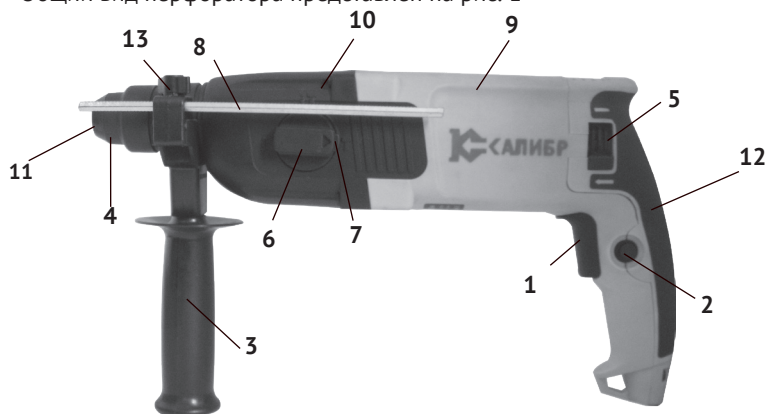

рис.1
1.3 Перфоратор состоит из горизонтально расположенного коллекторного двигателя в пластиковом корпусе (рис.1 поз.9), выполненном заодно с рукояткой. В крышке корпуса (рис.1 поз.12) расположен щёткодержатель в сборе. Рычагом переключателя реверса (рис.1 поз.5), меняя расположение щёток, направление вращения якоря меняется на противоположное. К корпусу двигателя крепится корпус редуктора (рис.1 поз.10), в котором расположен механизм, передающий вращательное и возвратно-поступательное движение на рабочий инструмент. Крутящий момент с якоря электродвигателя через шестерни, передаётся на ствол с патроном SDS – plus (рис.1 поз.4), расположенный соосно с двигателем. Тип ударного механизма перфоратора - электропневматический. Эксцентриковый подшипник преобразует вращательное движение якоря в возвратно-поступательное движение поршня. С поршня ударник
передаёт энергию удара на ствол с патроном SDS – plus. На корпусе редуктора слева расположен переключатель режимов (рис.1 поз.6) с фиксатором (рис.1 поз.7) в трёх режимах: «сверление» /«сверление с ударом» / «удар». Кроме того, знаком ▼ отмечено положение (без фиксации) разблокировки патрона для изменения положения рабочего инструмента в режиме долбления.
В зависимости от вида выполняемой работы, в патрон SDS – plus вставляется необходимая насадка (пика, долото, сверло) с соответствующим хвостовиком, или переходник SDS-plus/сверлильный патрон для установки сверлильного патрона, если необходимо работать в режиме «сверление». Дополнительная рукоятка (рис.1 поз.3) хомутом крепится на корпусе редуктора (рис.1 поз.10). Фиксируется рукоятка, закручиванием по часовой стрелке, в любом положении (от 0° до 360°), что удобно пользователю, как «правше», так и «левше».
В отверстие левой части суппорта рукоятки вставляется, при необходимости, стержень-ограничитель глубины сверления (рис.1 поз.8). Он фиксируется в выбранном положении винтом-барашком (рис.1 поз.13).
1.4 Клавиша выключателя (рис.1 поз.1) расположена в передней части рукоятки. Включение/отключение инструмента осуществляется нажатием на клавишу выключателя. Силой, приложенной к клавише, регулируется число оборотов и частота ударов перфоратора. Нажатием кнопки (рис.1 поз.2), клавиша фиксируется в рабочем положении с максимальным числом оборотов (максимальной частотой ударов). При повторном нажатии на клавишу, она и кнопка фиксации (со щелчком), возвращаются в исходное положение – выключено.
Общий вид перфоратора представлен на рис. 1
При замене рабочих насадок следите за тем, чтобы колпачок (рис.1 поз.11), защищающий патрон от попадания пыли, не был повреждён.
- ослабив винт-барашек (рис.1 поз.13), освободить отверстие в суппорте рукоятки для установки стержня (рис.1 поз.8);
- вставить стержень фиксации глубины сверления (рис.1 поз.8) в отверстие;
- фиксация клавиши в рабочем положении осуществляется нажатием на кнопку (рис.1 поз.2);
Нажав кнопку (рис.1 поз.7) в верхней части рукоятки (рис.1 поз.6), начните поворот к режиму с нужным условным знаком, приведённым ниже. Отпустите кнопку фиксатора. При достижении выбранного положения, рукоятка зафиксируется, а кнопка фиксации (со щелчком) вернётся в исходное положение.
- при работе в режиме сверление без удара, переключатель (рис.1 поз.6) установить в положении «сверло». При этом режиме перфоратор может работать с патроном SDS – plus, но, как правило, устанавливается ключевой патрон;
- при работе в режиме сверление с ударом, переключатель (рис.1 поз.6) в положении «сверло с молотком»;
- при работе в режиме долбление, переключатель (рис.1 поз.6) в положении «молоток». Знаком ▼ отмечено положение (без фиксации рукоятки переключателя) разблокировки привода патрона при работе в режиме долбления, для изменения угла рабочего инструмента (долота, шпатель).
В верхней части крышки двигателя (с обеих сторон) расположен рычаг переключения реверса (рис.1 поз.5). На крышке стрелками указано направление вращения. Реверс используется при заклинивании рабочего инструмента и при вывинчивании винтов или шурупов.
3.2 Для замены щёток необходимо открутив винты, снять крышку корпуса (рис.1 поз.12). Извлечь использованные щётки из щёткодержателя и заменить их новыми. Прикрутить на место крышку корпуса. Опробовать работу перфоратора кратковременным включением на холостом ходу, для приработки щёток. Щётки следует заменять парой для обеспечения равной степени их давления на коллектор якоря.